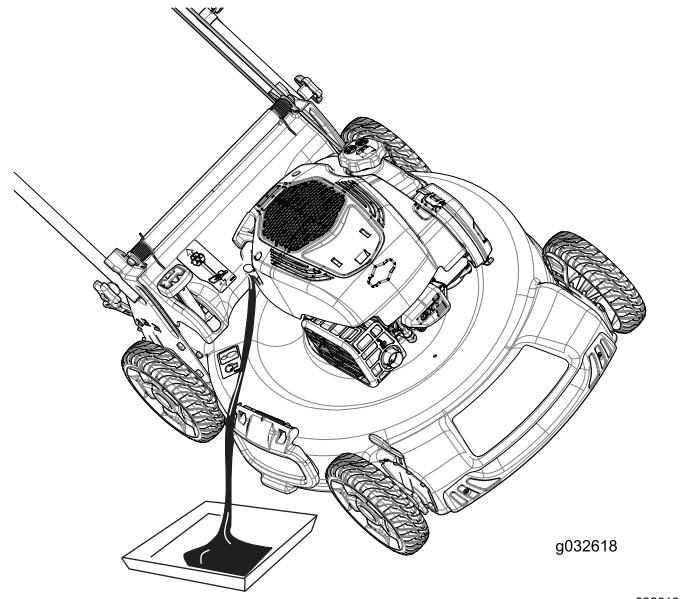

Рисунок 28
4. Для слива отработанного масла через маслозаливную горловину переверните машину набок (чтобы воздушный фильтр был сверху) (Рисунок 28).